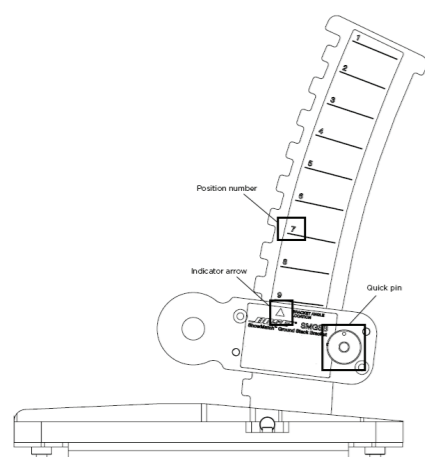

図1. ポジション番号
2. モジュールを連結するアジャスタブルリンク部の上部を目的のポジションに対応するラインに合わせます。アジャスタブルリンクにある矢印は、ポジション番号を示しています。図1を参照してください。各フルレンジモジュールの対応するピッチ角度については、図2の表を参照してください。